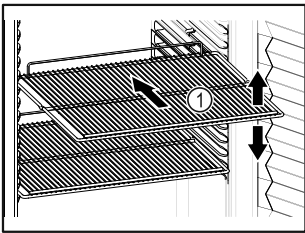

Fig. 65 例图
- ❑ 如果存放格栅 Fig. 65 (1)可移动，则根据高度进行调整。